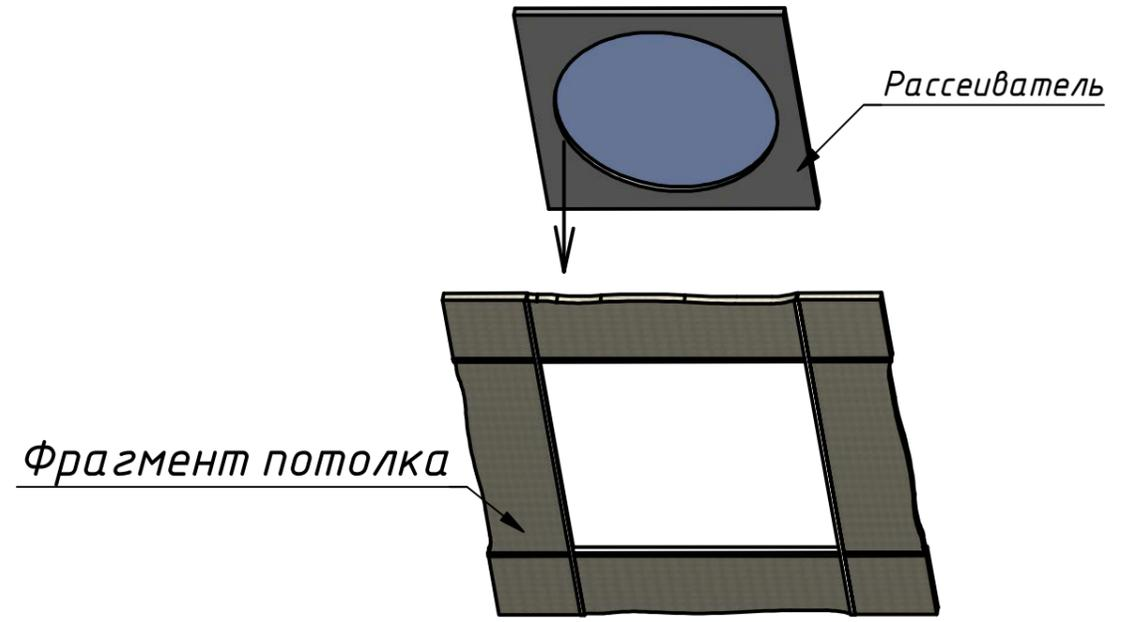

Рис. 23
4.5.2. Установить рассеиватель в подвесной потолок (рис.23).